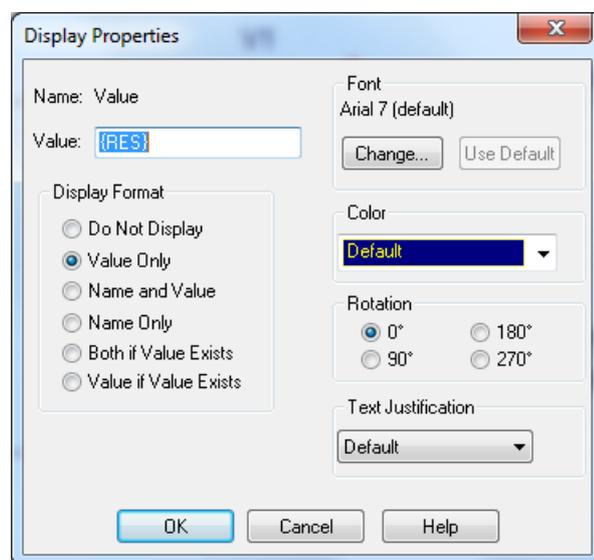

Рис. 1.41. Установка переменной {RES}
1. Выделяем на схеме значение резистора R2 и в редакторе свойств заменяем это значение на {RES} в фигурных скобках (рис. 1.41).